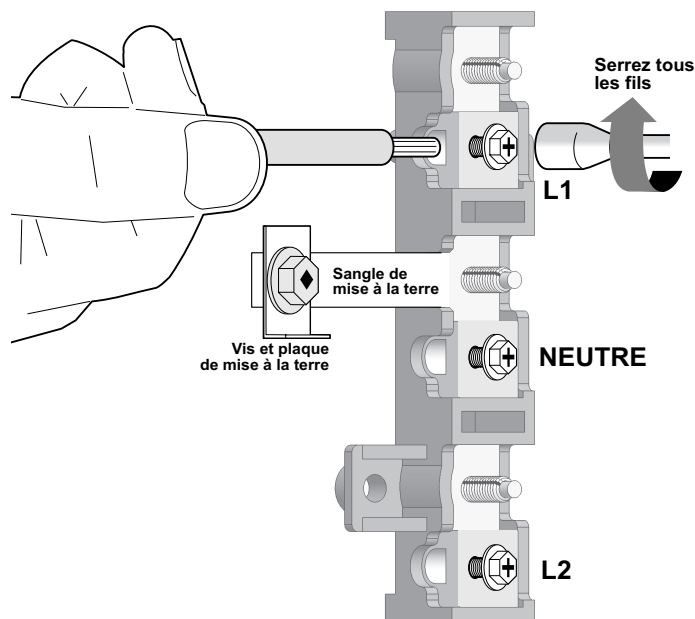

Fig. 16
1. Dénudez les extrémités du câblage permanent pour la ligne 1, la ligne 2, le neutre (dénudez également le fil de terre sur les connexions à 4 fils). Serrez tous les fils conducteurs au bornier (Suivez les emplacements des fils illustrés à la Fig. 16). **REMARQUE IMPORTANTE :** NE DESSERREZ PAS les connexions à écrou installées en usine qui fixent le câblage de la cuisinière au bornier. Une panne électrique ou une perte de connexion électrique peut se produire si ces écrous sont desserrés ou retirés.